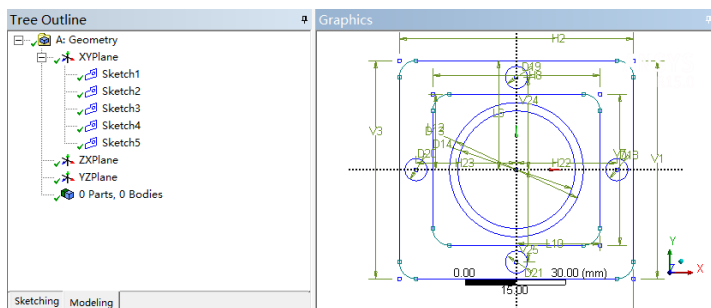

图 3-101 绘制的所有草图
- 13) 选择 “Sketch1” ~ “Sketch4” 并右击, 再在弹出的快捷菜单中选择 “Show Sketch” 项, 得到图形如图 3-101 所示。